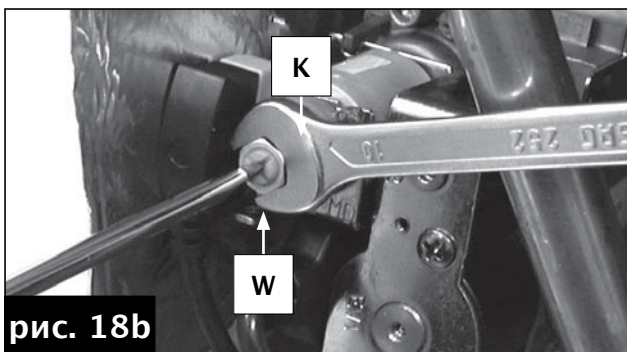

рис. 18b
- для **УВЕЛИЧЕНИЯ** давления на горелке вращать латунную гайку К (Рис. 18b) **ПО ЧАСОВОЙ СТРЕЛКЕ** и для **УМЕНЬШЕНИЯ** давления вращать ее **ПРОТИВ ЧАСОВОЙ СТРЕЛКИ**